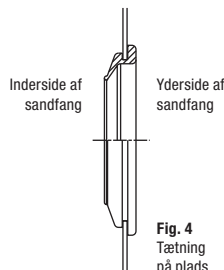

Fig. 4
5. Bøj tætningen og tryk den fast omkring kanten af hullet (fig. 4). Tætningen skal ligge på begge sider rundt langs kanten.